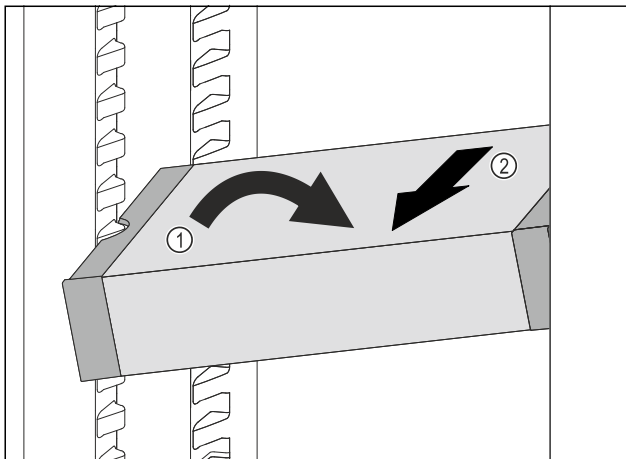

Fig. 129
- ▶ VarioSafe in het koelgedeelte schuin zetten. Fig. 129 (1)
- ▶ VarioSafe naar voren toe verwijderen. Fig. 129 (2)